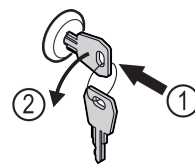

Fig. 182
- ▶ Schlüssel hineindrücken. Fig. 182 (1)
- ▶ Schlüssel um 90° gegen den Uhrzeigersinn drehen. Fig. 182 (2)